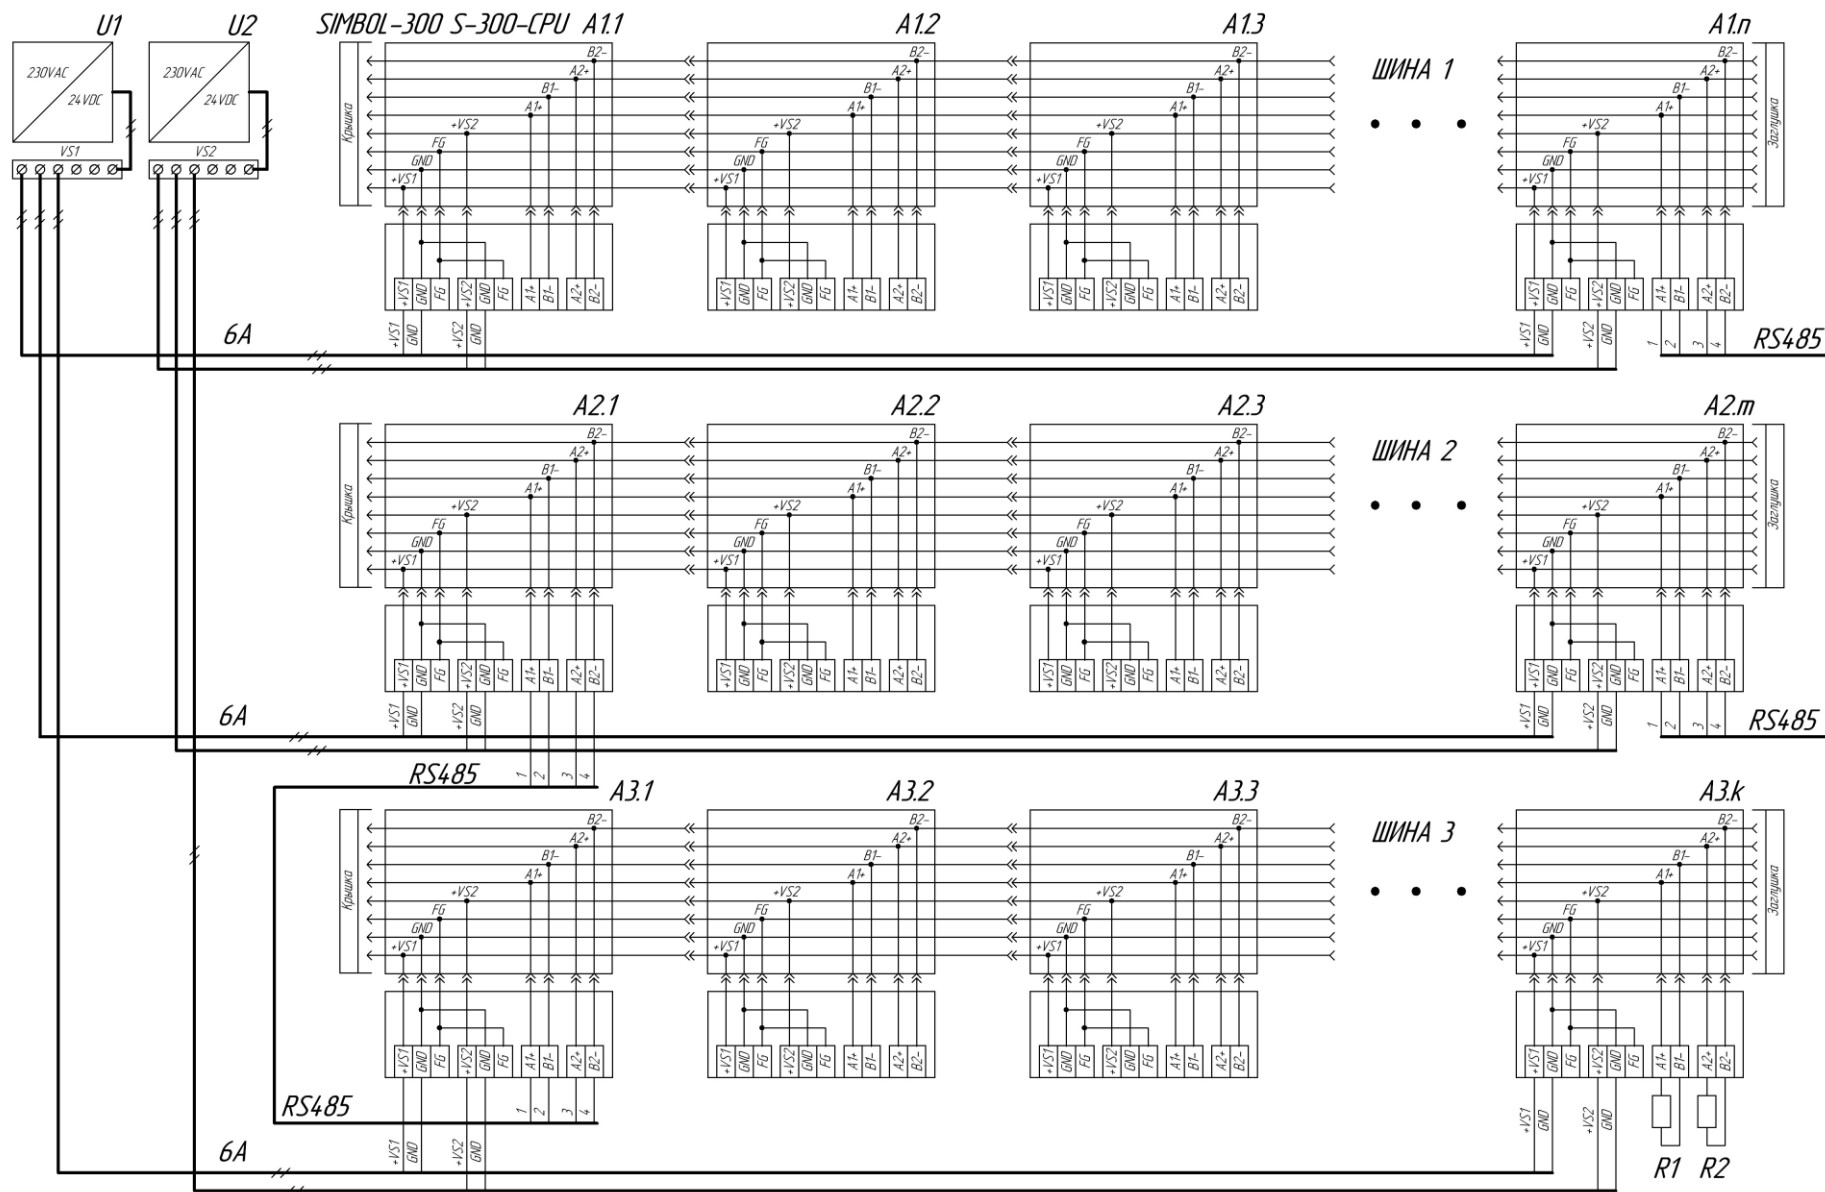

Рисунок 9 – Пример организации питания шин и подключения RS-485
4.5 При большом количестве модулей ввода-вывода контроллера Simbol-300 и превышении их суммарного максимального потребляемого тока более 6 А, необходимо разделить общую шину модулей на несколько шин с индивидуальным питанием каждой шины от внешнего источника питания. Смотрите рисунок 9, Шина 1, Шина 2, Шина 3
5.2 При сборке шин на шинный модуль A1.1 (см. рисунок 9) всегда подключается модуль центрального процессора Simbol-300 S-300-CPU, если он задействован в схеме.
5.3 При сборке шин с резервированием CPU на шинные модули A1.1 и A1.2 (см. рисунок 9) всегда подключаются модули центрального процессора Simbol-300 S-300-CPU-D, если они задействованы в схеме.